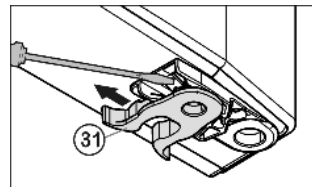

Fig. 7
- ▶ Helyezze át az *Fig. 7 (31)* rugós szorítóját: Nyomja lefelé a reteszt, felette húzza el a rugós szorítót.